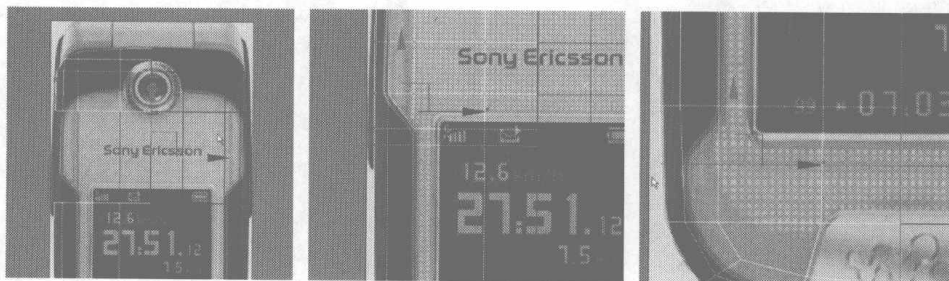
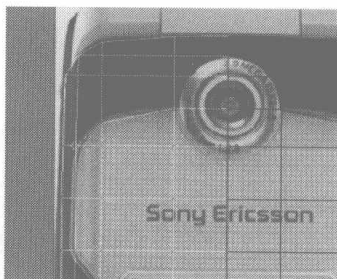

图 4.38
图 4.39
- 04** 在 Modify 控制面板中切换为边线编辑，在 Front 视图中选择如图 4.38 所示的边线，利用 Connect 命令为其添加两条细分线，然后再用 Cut 命令，在如图 4.39 所示的位置同样添加细分线，并再适当地调整各个节点。